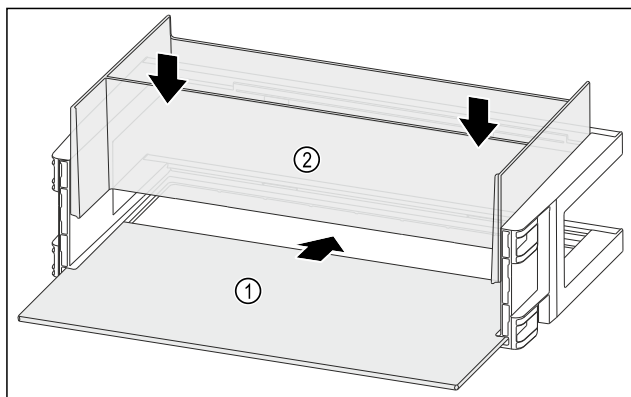

Fig. 145
- ▶ Вдвиньте съемную полку Fig. 145 (1) в боковые пазы.
- ▶ Смонтируйте органайзер Fig. 145 (2).